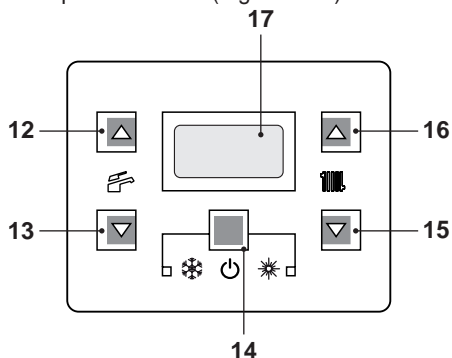
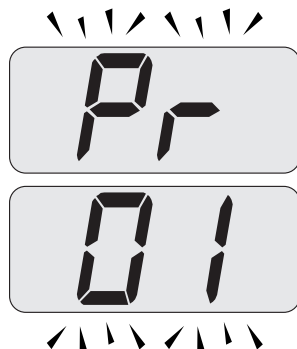

Figura 9.23
Figura 9.24
- Entrare in "modalità programmazione" premendo contemporaneamente per 10 secondi i tasti 14 - 15 - 16 (Figura 9.23) fino a far apparire sul display LCD le lettere **Pr** che si alternano con il codice **01** indicanti l'entrata nel "parametro 01" (Figura 9.24).
e 16 (Figura 9.23) fino a far apparire sul display LCD il valore del parametro 01 (Figura 9.25) (97=M261V.2025 SM../. o 98=M261V.3035 SM../.).
- Premendo contemporaneamente i tasti 14 e 15 (Figura 9.23) si esce senza modificare il valore (ritorno alla lista parametri Figura 9.24)
- Premendo contemporaneamente per 10 secondi i tasti 14 - 15 - 16 (Figura 9.23) si esce dalla "modalità programmazione".